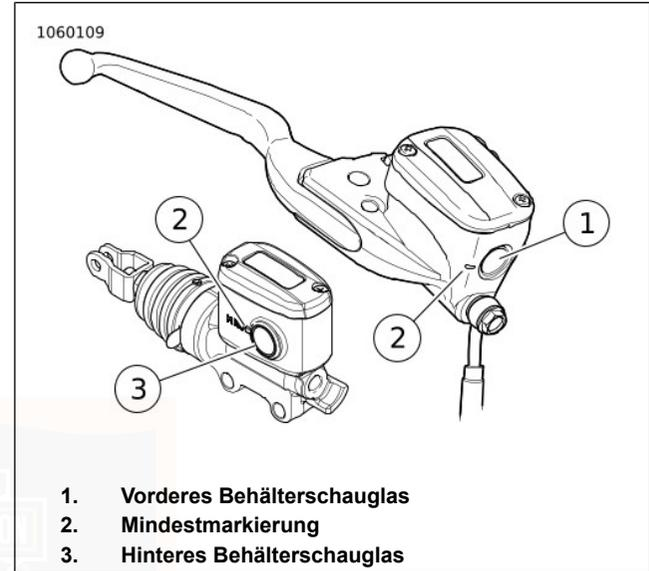

Abbildung 66. Bremsflüssigkeitsbehälter
2. **Vorne:** Siehe Abbildung 66. Flüssigkeitsstand im Behälterschauglas für das Vorderrad prüfen. Füllstand muss über der Mindestmarkierung am Schauglas liegen.
3. **Hinten:** Siehe Abbildung 66. Den Füllstand im Hinterradbremflüssigkeitsbehälter prüfen. Füllstand muss über der Mindestmarkierung am Schauglas liegen.